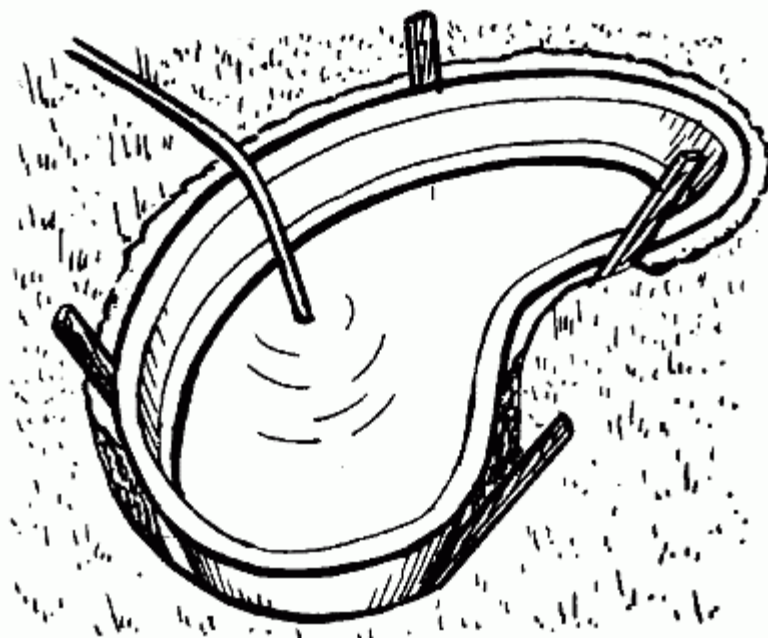

Рис. 76. Заполнение котлована водой
3. Устанавливают форму в яму, фиксируют ее палками и заливают водой, одновременно засыпая щели между стенками котлована и формы галькой или песком (рис. 76).